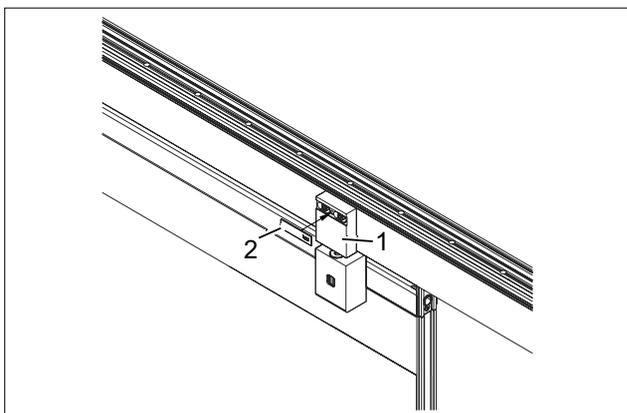

Abb. 41 Abdeckplatte befestigen
5. Abdeckung (Abb. 41/2) auf das Feststeller-Oberteil (Abb. 41/1) aufstecken.